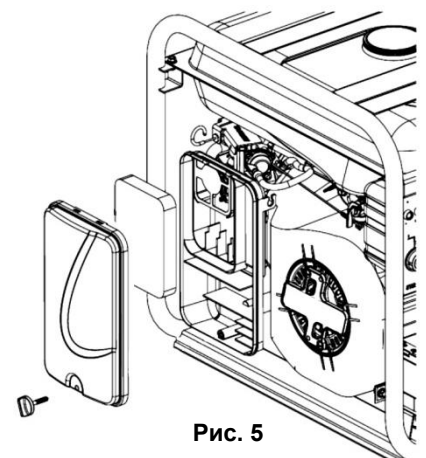

Рис. 5
- Открутите винт-фиксатор крышки (См. Рис.5). Снимите крышку воздушного фильтра.
- Установите фильтрующий элемент и крышку фильтра на место (См. Рис.5).